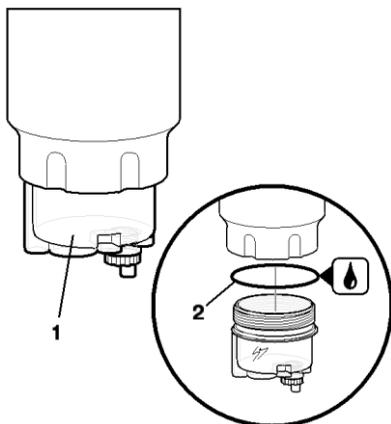

Рисунок 18 – Замена водосборника:
3. Отвернуть отстойник 1 (рисунок 18) с помощью специального ключа из упаковки нового водосборника, при этом необходимо удерживать сменный фильтр, чтобы он не отвернулся.